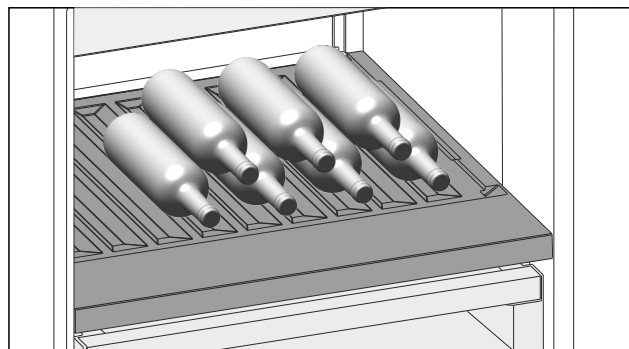

Fig. 166 Shembull ilustrues
- Shtrihi shishet me fundin të drejtuar në faqen e pasme të frigoriferit. (shihni Fig. 166)